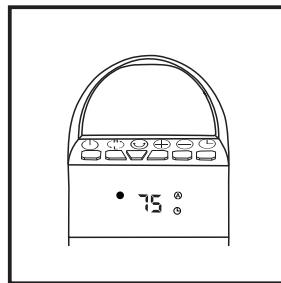

Figura 2
(Figura 2)
3. Cuando el calentador se enchufa inicialmente, se escuchará un pitido y la **Luz de Encendido** se encenderá indicando que hay energía en la unidad. La **Luz de Encendido** permanecerá encendida hasta que el calentador se desenchufe del tomacorriente. (Figura 2)
4. Encienda el calentador presionando el **Botón de Encendido** (Figura 2).
7. Para apagar el calentador, presione el **Botón de Encendido** (Figura 2). Primero la unidad apagará los elementos de calefacción y 30 segundos después el ventilador. Desenchufe la unidad quitando el enchufe del tomacorriente únicamente después de que se haya detenido el ventilador.